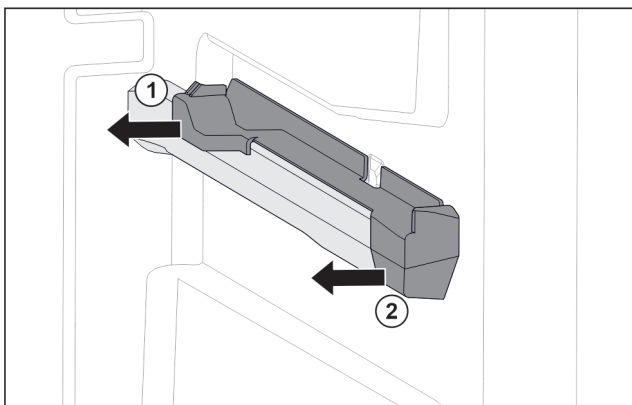

Fig. 51 Násuvný diel na pravom rebre nádoby
- ▶ Stiahnite násuvný diel vzadu do strany. Fig. 51 (1)
- ▶ Stiahnite násuvný diel vpredu do strany. Fig. 51 (2)